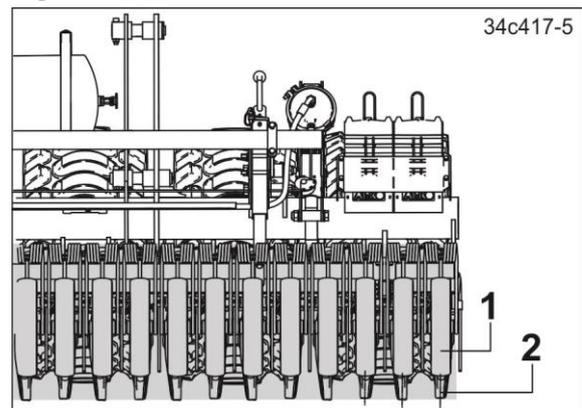

Fig. 506
- die Andruckrollen (Fig. 506/1) mit den Scharen (Fig. 506/2) fluchten.